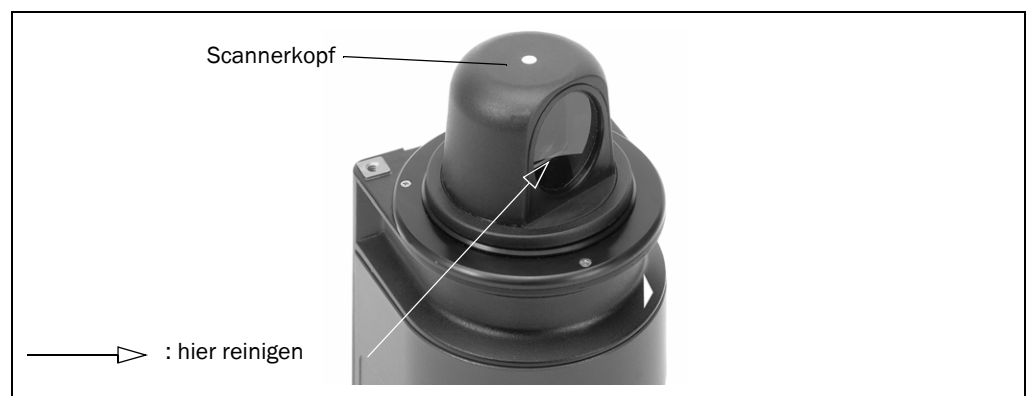

Abb. 7-1: Reinigung des Glasfensters im Scannerkopf
2. Fenster des Scannerkopfs in regelmäßigen Abständen ausschließlich mit einem feuchten Tuch (nichtflusend) und einer Scheiben-Reinigungsflüssigkeit oder mit einem Optikpinsel für Linsen säubern. Abb. 7-1 zeigt die zu reinigende Fläche.